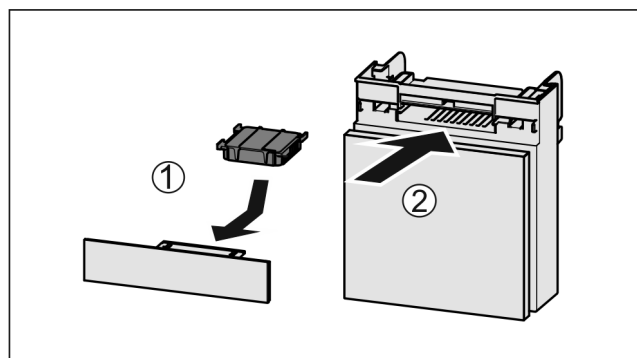

Fig. 256
- Inserire il vano Fig. 256 (2).